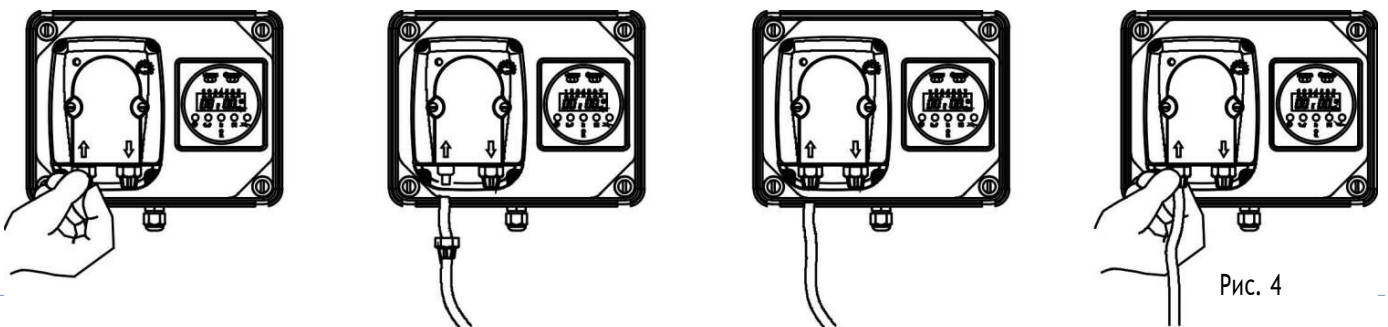

Рис. 4
d. - Пропустіть шланг через гайку, одночасно проштовхуючи і обертаючи, вставте шланг в кінцеве з'єднання ніпеля (зжим шланга), поворотом гайки зафіксуйте шланг. (Рис. 4)